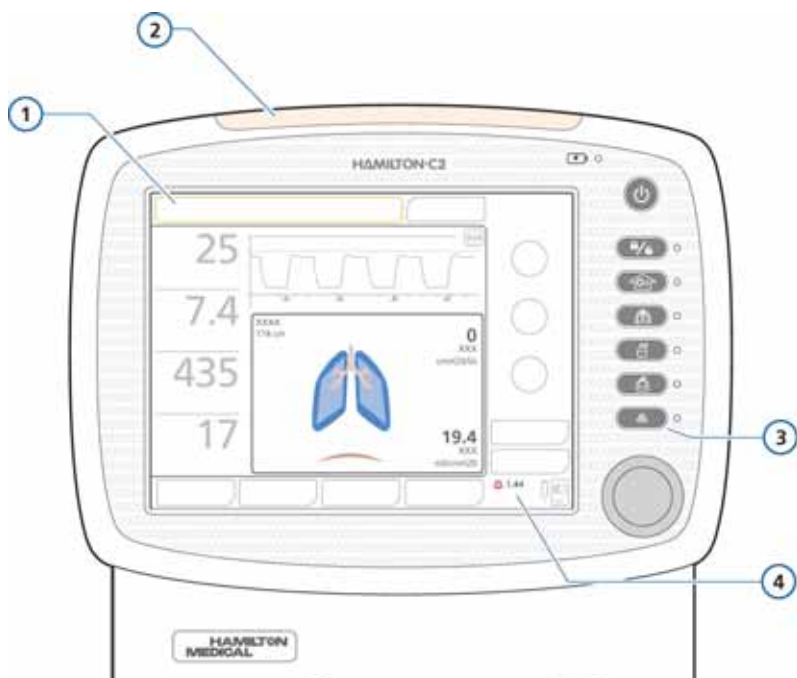
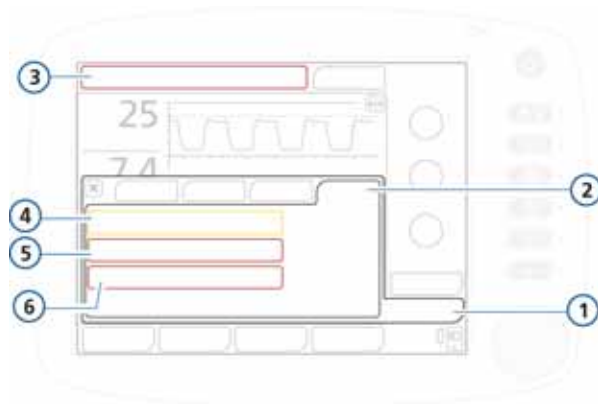

Рисунок 8-1. Визуальные индикации тревог
Рисунок 8-4. Буфер тревог с активными тревогами
В таблице 8-1 описывается визуальная индикация и звуковое сопровождение тревог этих типов, а также объясняется, как на них реагировать. Расположение визуальных индикаторов для тревог на аппарате ИВЛ указано на рис. 8-1. Активные тревоги можно просмотреть в буфере активных тревог (рис. 8-4). Информация о тревоге также сохраняется в журнале регистрации событий (раздел 8.4).
- Если в текущий момент в аппарате зафиксированы активные тревоги, в буфере отображаются те, которые сработали последними (рис. 8-4). В строке сообщений отображаются связанные с тревогами сообще-